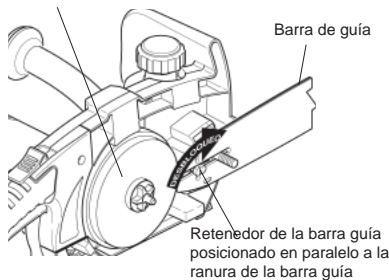

Figura 2 - Desbloqueo del retenedor de la barra guía
3. Gire el retenedor de la barra guía de manera que esté posicionada en paralelo a la ranura de la barra guía (vea la Figura 2).
4. Instale la barra guía sobre el cuerpo de la sierra. Monte la ranura central de la barra guía sobre la tuerca y el retenedor de la barra guía. Nota: Asegúrese que el cabezal del retenedor de la barra guía se deslice por la ranura de la barra guía como se muestra en la Figura 2.